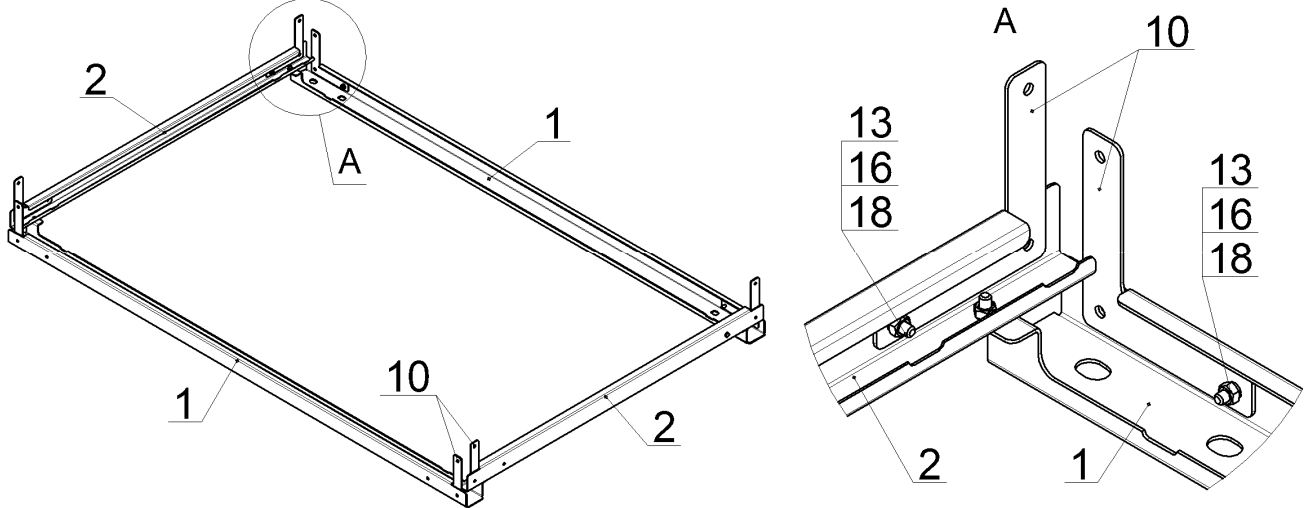

Рис.3
3. Закрепить на профилях, поз.1 и 2 угольники, поз.10, на крайние отверстия болтами М6х16, гайками и шайбами, поз.13, 16 и 18, как показано на рис.3. Гайки не затягивать: